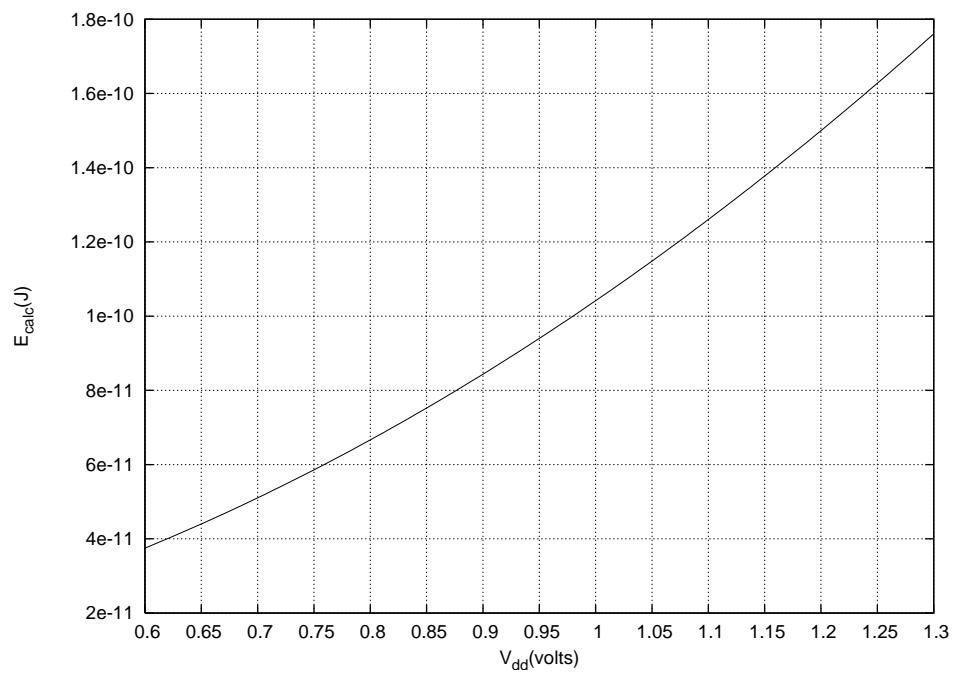

Figure 4 – Energie consommée par calcul de la fonction **F**
- L'énergie consommée par calcul E_{calc} en fonction de la tension d'alimentation V_{dd} (voir **figure 4**)